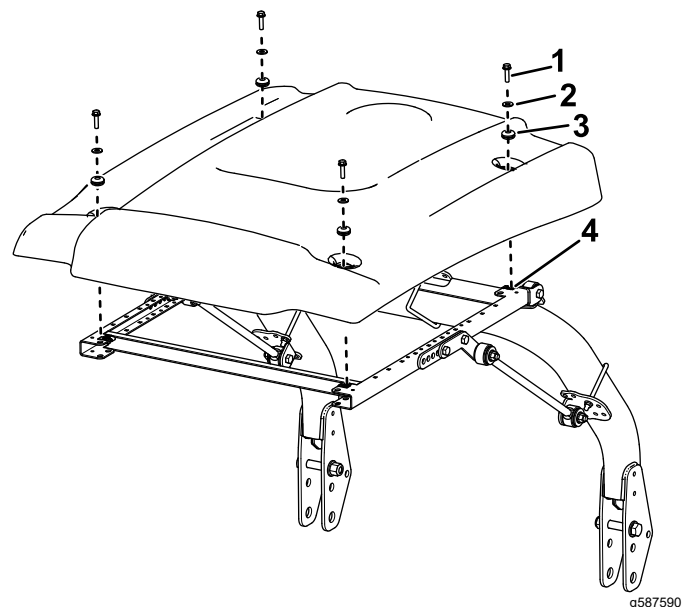

図 41
16. サンシェードの各コーナー部をフレームに仮止めするフランジヘッドボルト 5/16 x 1" 1本、小さいワッシャ 1枚、ハトメ 1 個を使用する 図 41。
15. 図 41 に示すようにサンシェードをフレームに載せて、取り付け穴を整列させる。